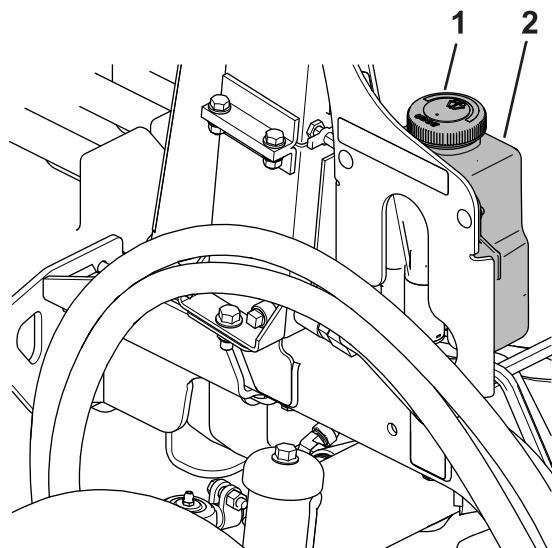

Figure 86
- Enlevez le bouchon (Figure 86) du réservoir.